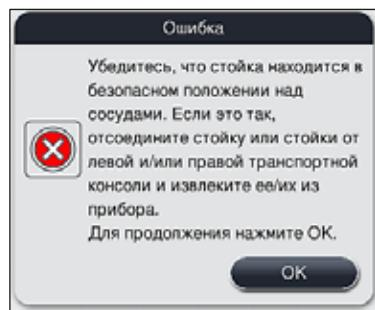
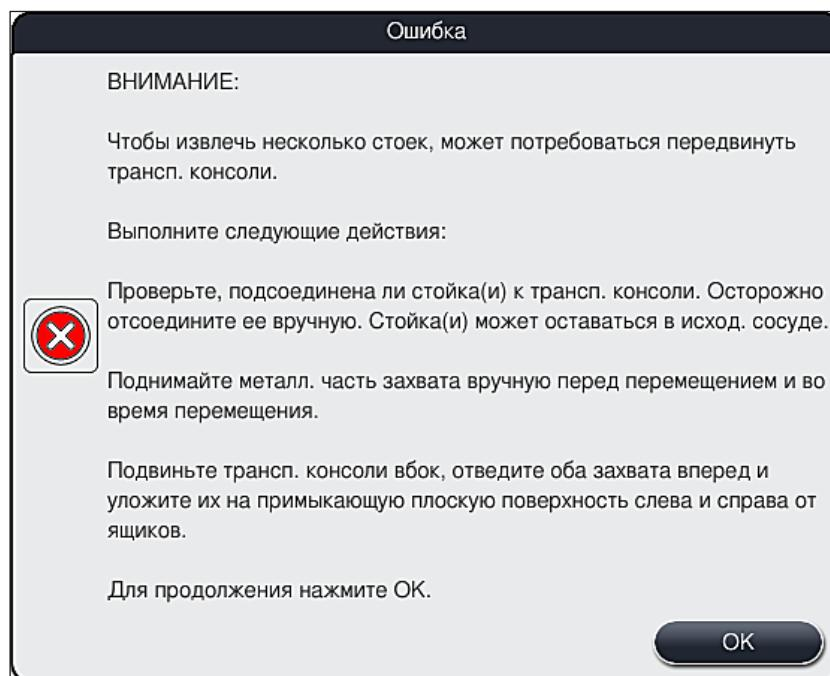

Рис. 110
Рис. 111
2. После этого в этом информационном сообщении появляется указание для пользователя проверить (→ "Рис. 110"), поместил ли прибор один или два штативы в безопасное положение между двумя кюветами для реактивов (→ "Рис. 106").
3. При нажатии кнопки **OK** (→ "Рис. 110") на экране отображается другое информационное сообщение (→ "Рис. 111"), содержащее указания для пользователя по правильному извлечению соответствующих штативов.